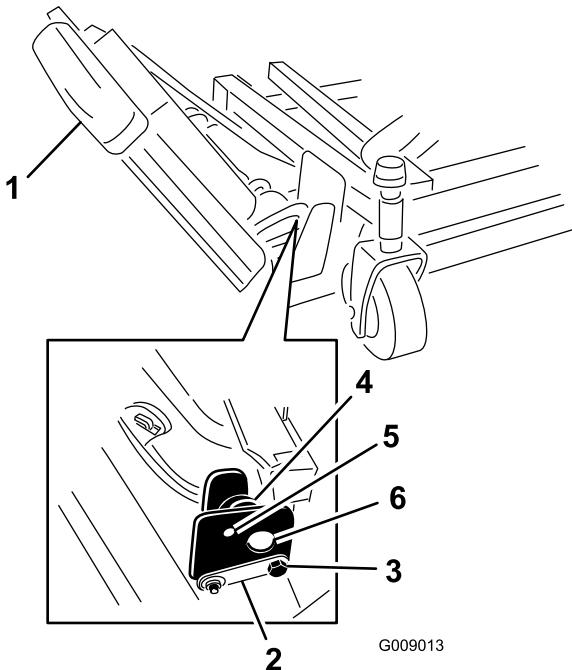

Figure 3
- Retirez les écrous qui fixent les boulons d'arrêt avant et arrière aux supports de l'ailette droite (Figure 3).
- Soutenez l'ailette droite et retirez les boulons d'arrêt avant et arrière des supports du tablier (Figure 3).